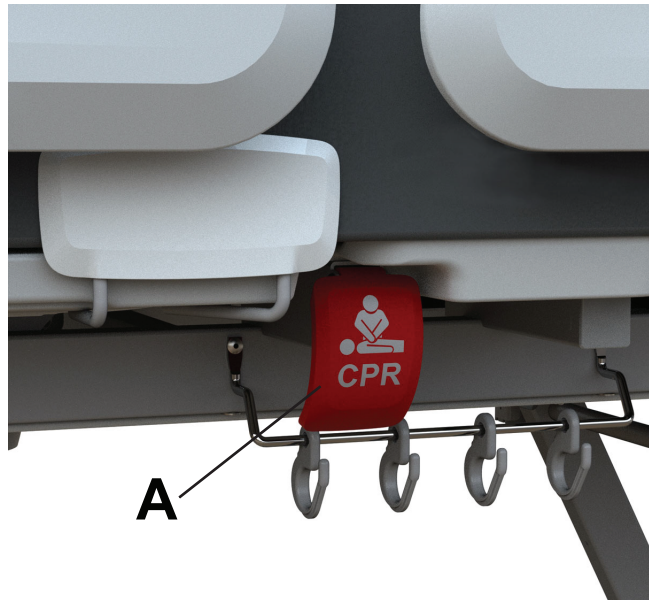

Figura 17 – Attivazione della maniglia di sblocco per RCP
Le due maniglie di sblocco per RCP (A) si trovano sul lato destro e sinistro della sezione alzaginocchia del lettino (Figura 17).
1. Tirare la maniglia di sblocco per RCP (A) (Figura 17).